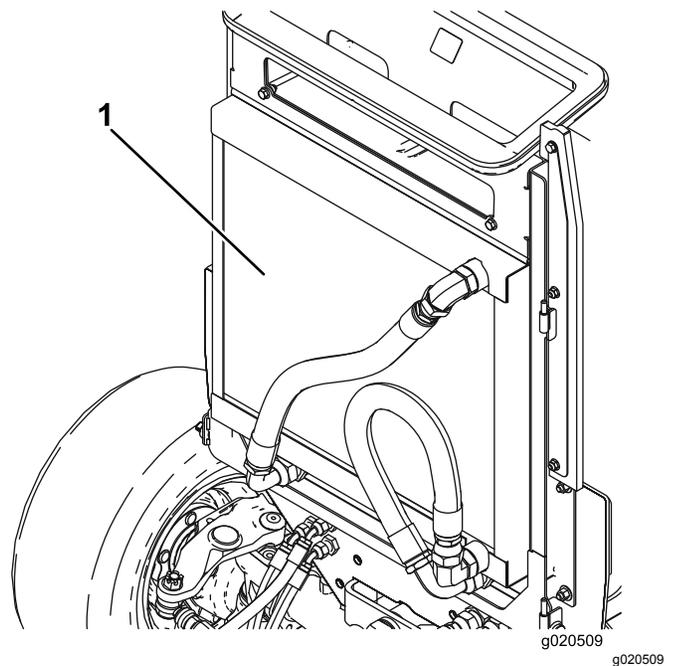

Bild 79
3. Reinigen Sie beide Seiten des Ölkühlers und des Kühlers gründlich mit Druckluft (Bild 79). Blasen Sie Rückstände von vorne nach hinten heraus. Reinigen Sie dann von hinten und blasen Sie nach vorne. Wiederholen Sie dies mehrmals, bis alle Rückstände entfernt sind.